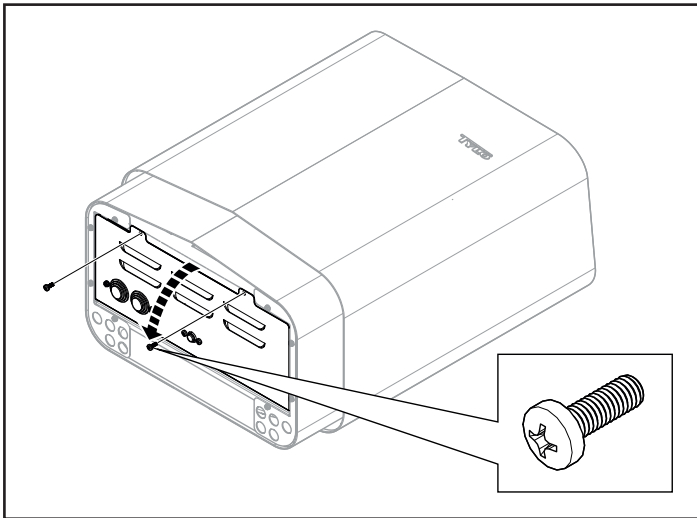

Рисунок 10: Открытие/закрытие крышки
2. Открутите винты и откройте крышку (см. Рисунок 10).
5. Закройте крышку и закрутите винты (см. Рисунок 10).